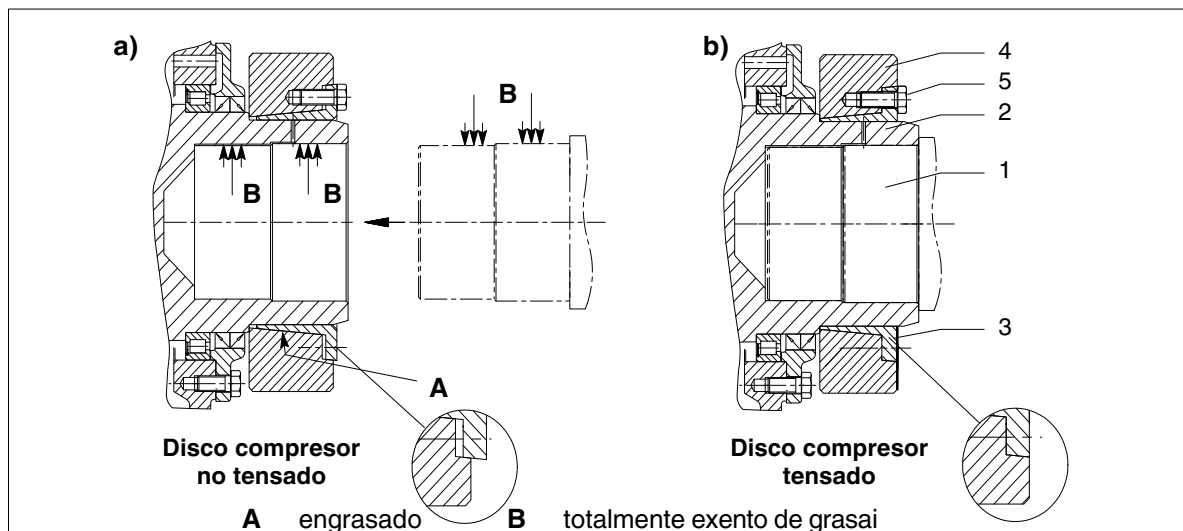

Figura 6: Montaje del disco compresor
- Las superficies cónicas de los anillos interior y exterior (3 y 4, ver figura 6) tienen que estar libres de grasa / aceite.
- Untar las superficies cónicas de los anillos interior y exterior (3 y 4, ver figura 6) con una capa fina y uniforme de lubricante.
- Aplicar lubricante en la superficie de tope y en la rosca de los tornillos tensores (5, ver figura 6).